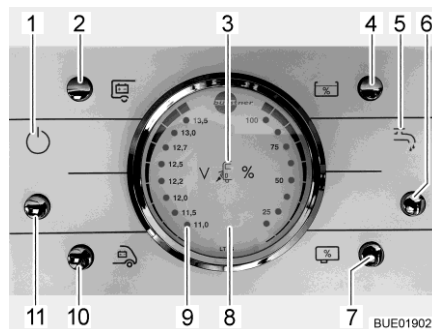

Bild 191 Panel LT 96
Knappen (Bild 191,11) kopplar till och från panelen och 12 V-försörjningen till bodelen.
- Tryck på knappen (Bild 191,11): 12 V-försörjningen för bodelen är påslagen. Kontrollampan (Bild 191,1) lyser.
- Slå från: ■ Tryck på knappen (Bild 191,11): 12 V-försörjningen för bodelen är avstängd. Kontrollampan (Bild 191,1) slocknar.
På instrument V/tank (Bild 191,8) beakta vänstra skalan. Instrumentet belyses automatiskt, så snart en knapp trycks.
- Indikeringar: ■ Tryck på knappen (Bild 191,10): Startbatteriets spänning visas.
■ Tryck på knappen (Bild 191,2): Bodelsbatteriets spänning visas.
På instrumentet V/tank kan vattennivån och avloppsvattennivån avläsas. På instrument V/tank (Bild 191,8) beakta den högra skalan. Instrumentet belyses automatiskt, så snart en knapp trycks.
- Tryck på knappen (Bild 191,4): Vattenvolymen visas.
- Tryck på knappen (Bild 191,7): Avloppsvattenvolymen visas.
- Tryck på knappen (Bild 191,6): Vattenförsörjningen är aktiverad. Kontrollampa vattenpump (Bild 191,5) tänds.
- Tryck på knappen (Bild 191,6): Vattenförsörjningen är avstängd. Kontrollampa vattenpump (Bild 191,5) släcks.
Den röda varningslampan "ALARM" (Bild 191,9) blinkar så snart spänningen i bodelsbatteri har sjunkit till under 11 V (mätning under pågående drift) och risk för djupurladdning föreligger.
Kontrollampan 12 V (Bild 191,1) lyser då huvudbrytaren 12 V (Bild 191,11) är inkopplad.
230 V-kontrollampan (Bild 191,3) lyser när nätspänningen ligger på el-blockets ingång.